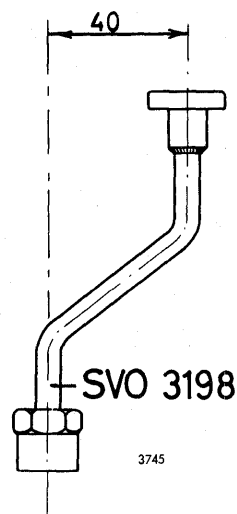

Fig. 24. Indstillings (prøve) rør SVO 3198.
5. Monter prøverøret SVO 3198 (fig. 24 og 26) på cylinder nr. 1's pumpeelement.